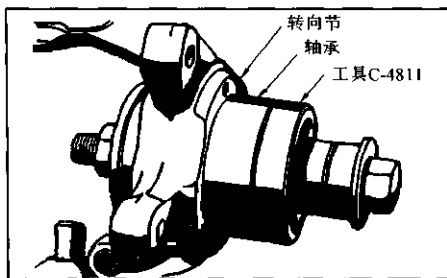

图 7-3-20 把轴承装入转向节
② 安装:
1) 用工具 C-4811(或类似工具),把轴承压入转向节内,见图 7-3-20。